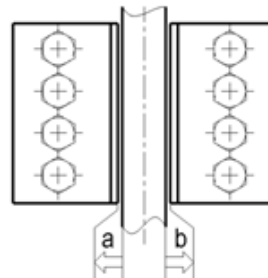

Bild 2.8
6. Die Achse **10** mit einem Schraubenschlüssel im Uhrzeigersinn drehen, um den Bremsbelag bis zu dem auf dem Typenschild angegebenen Gesamtpalt PG einzustellen Bild.2.8.